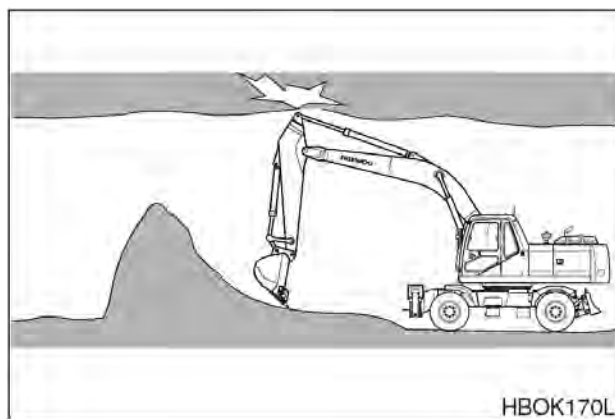

Рис. 63
12. Если экскаваторные работы проводятся под землей или в здании, убедиться в наличии достаточного пространства над машиной и достаточной вентиляции. (Рис. 63)